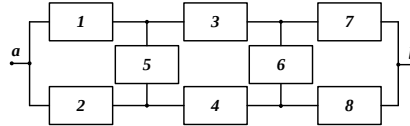

Рис. 8
19. Определить вероятность безотказной работы системы $P_C(t)$, структурная схема которой представлена на рис. 8, с помощью метода минимальных путей и сечений. Элементы системы будем считать равнонадежными, т.е. $p_1=p_2=\dots=p_8=0,9$.
20. Определить вероятность безотказной работы системы $P_C(t)$, структурная схема которой представлена на рис. 8, с помощью логико-вероятностного метода. Элементы системы будем считать равнонадежными, т.е. $p_1=p_2=\dots=p_8=0,9$.